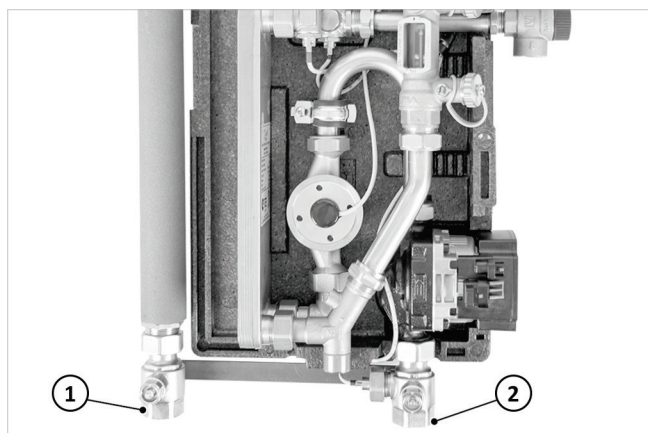

Fig. 9: Collegamento di SolvisBen con la stazione di trasmissione solare
5. Montare il raccordo a T (2) tra il tubo ondulado (3) al ritorno solare e al gruppo di collegamento MAG (1).
6. Collegare l'uscita libera del raccordo a T (2) con la valvola a sfera di ritorno (→ fig. 9, 2) della stazione di trasmissione solare.